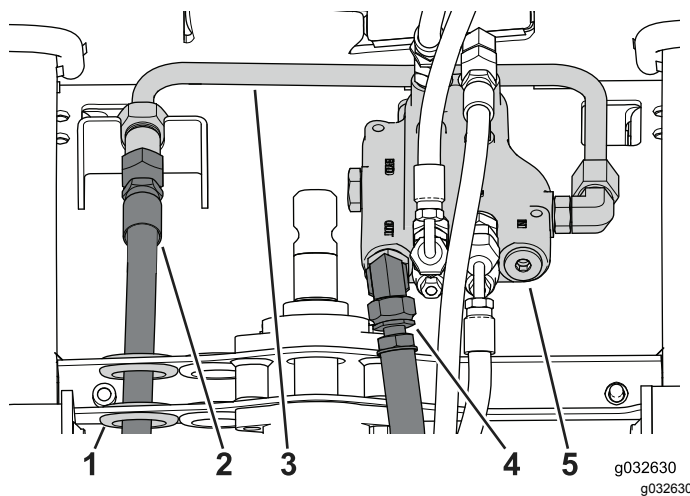

図 82
5. 給液ホースを貫通穴に通し、チューブコネクタに接続する図 82。
6. 戻りホースを制御バルブに接続する図 82。